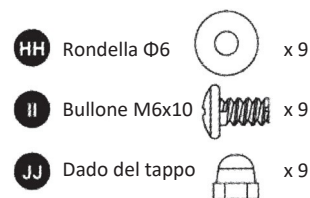
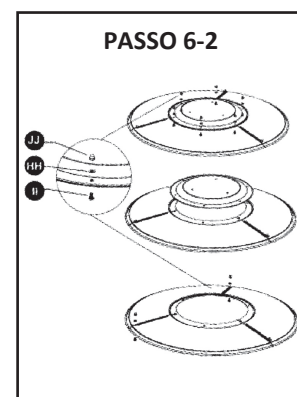
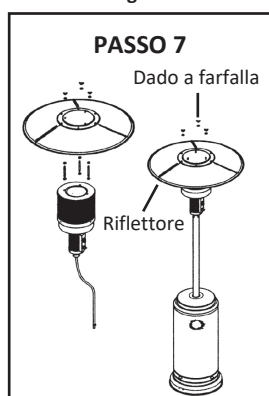

Fig. 5
Fig. 13
Fig. 14
**Passo 6-1 (Fig. 5, 12)**
2. Inserire un bullone M6x10 (II).
3. Far scorrere una rondella Ø6 (HH) sull'estremità filettata del bullone M6x10 (II) e avvitare leggermente il dado (JJ).
**Passo 6-2 (Fig. 13)**
3. Far scorrere una rondella Ø6 sull'estremità filettata del bullone M6x10 (II) e avvitare leggermente i dadi (JJ).
**Passo 7 (Fig. 14)**